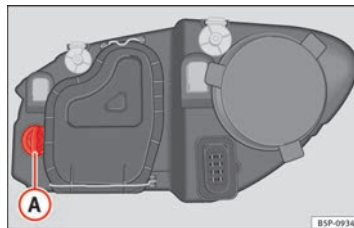

Fig. 183 Lámpara de luz intermitente.
- Gire el portalámparas ⇒ fig. 183 **A** a la izquierda y tire.